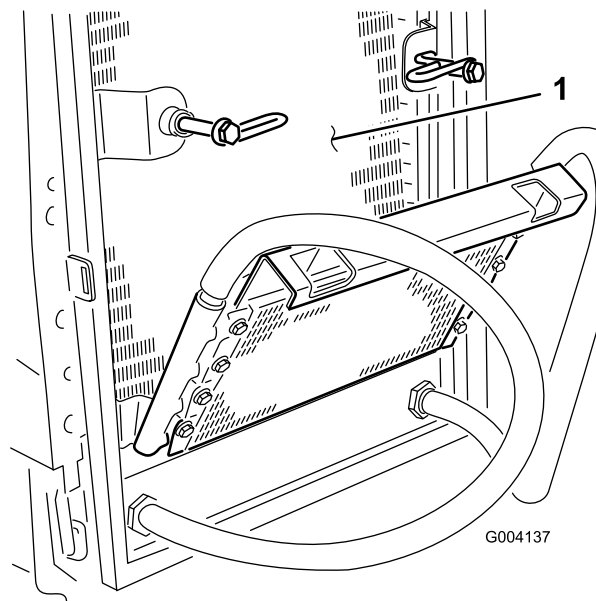

Bild 58
6. Reinigen Sie beide Seiten des Ölkühlers und des Kühlers gründlich mit Druckluft (**Bild 58**).